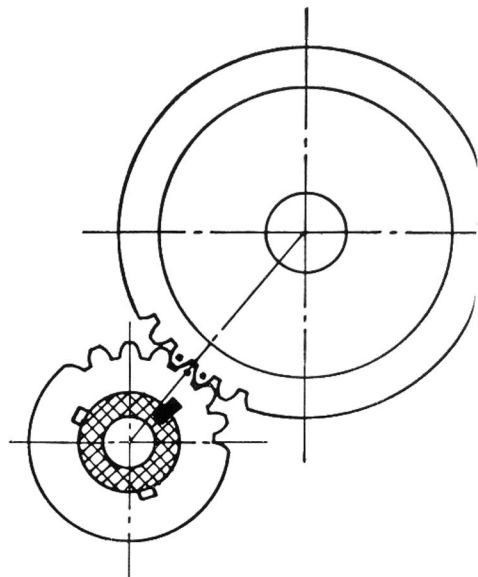

Fig. 29 - Come vengono montati gli ingranaggi della distribuzione.
- 2) montare l'ingranaggio camme innestando fra i due denti segnati di questo il dente segnato del pignone come dimostrato a fig. 29;
<p>superiore con valvole chiuse e precisamente a fine fase di compressione;</p> <p>5) montare il coperchio sulla testa controllando la perfetta efficienza della garnizione, nel caso sostituirla.</p> <p>N.B. - Se viene rimontato il motore sostituendo uno o tutti e due gli ingranaggi della distribuzione (pignone motore e ingranaggio camme) occorre compiere la nuova fasatura e segnare i denti dei due nuovi ingranaggi nel seguente modo:</p> <p>A) Montare l'ingranaggio camme indi dare alla valvola di scarico un giuoco di mm 0,50.</p> <p>B) Ruotare il volano quel tanto da portarlo al punto prefisso per l'apertura della valvola di scarico eseguendo quanto detto a paragrafo 3°; ottenuto questo, ruotare l'ingranaggio camme in senso orario fin che la camma dello scarico dà inizio all'apertura della valvola.</p> <p>C) Montare il pignone inserendo in una delle tre cave la chiavella dell'albero motore (curare nel montare il pignone che non venga girato l'ingranaggio camme). Passare poi al controllo della fase; nel caso questa risultasse negativa, rimontare il pignone utilizzando le altre cave fino ad ottenere la fasatura.</p> <p>D) Ottenuta la fase ruotare l'albero motore quel tanto da portare la chiavella innestata nel pignone motore circa in linea coll'albero camme, come illustrato a fig. 29, indi segnare i denti dei due ingranaggi come dimostrato a fig. 29.</p> <p>E) Eseguire la registrazione delle punterie come detto a paragrafo 4°.</p>